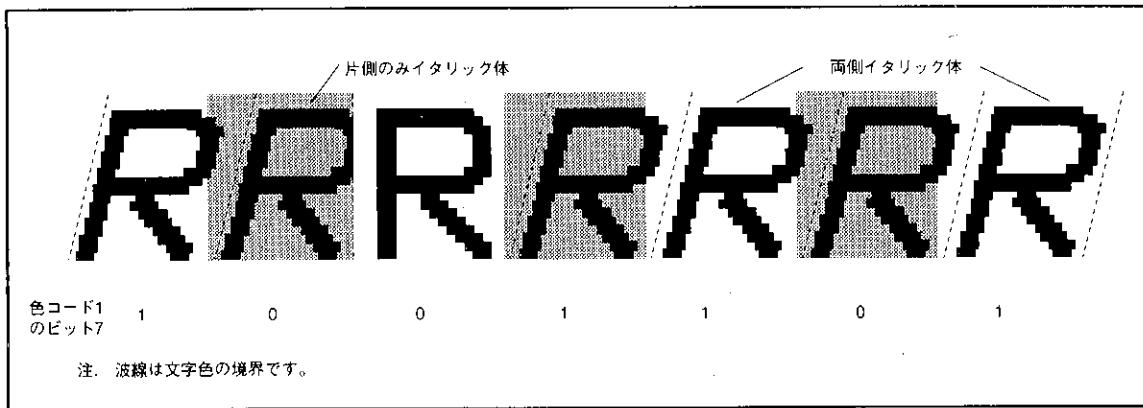

図69. イタリック表示例
3. 文字色の境界はイタリック体になりますが、文字背景色の境界はイタリックの影響を受けません(図69参照)。
4. イタリック体の文字に隣接する文字(片側又は両側)は、その文字がイタリックを指定していない場合でもイタリック体になります(図69参照)。
④エクストラフォント